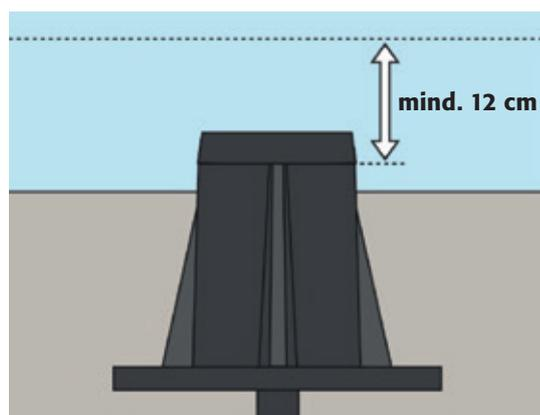

Abb. 1
3. Setzen von Tragplatte und Strassenkappe in die Schotterschicht. Beachten Sie die 12 cm! (**Abb. A** und **Abb. 1**)
4. Das Kappenumfeld gut verdichten. (**Abb. 1**)